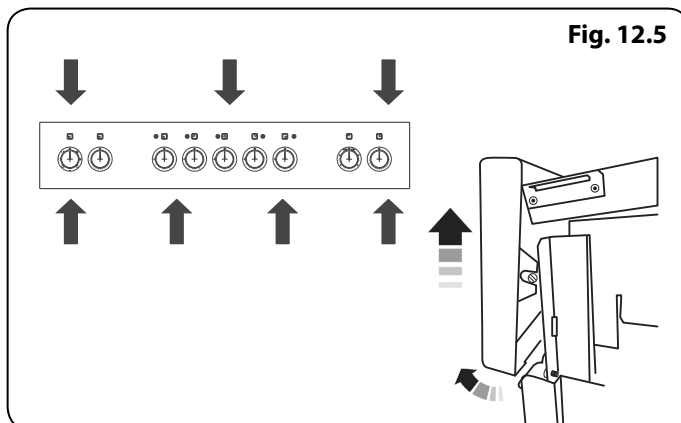

Fig. 12.5
2. Ouvrez les deux portes du four et retirez les vis sous le panneau de commande et dans la partie arrière supérieure de celui-ci (**Fig. 12.5**).
3. Tirez doucement vers l'avant et levez le panneau de commande. Posez le panneau de commande sur un linge afin de le protéger contre tout dommage (**Fig. 12.5**).